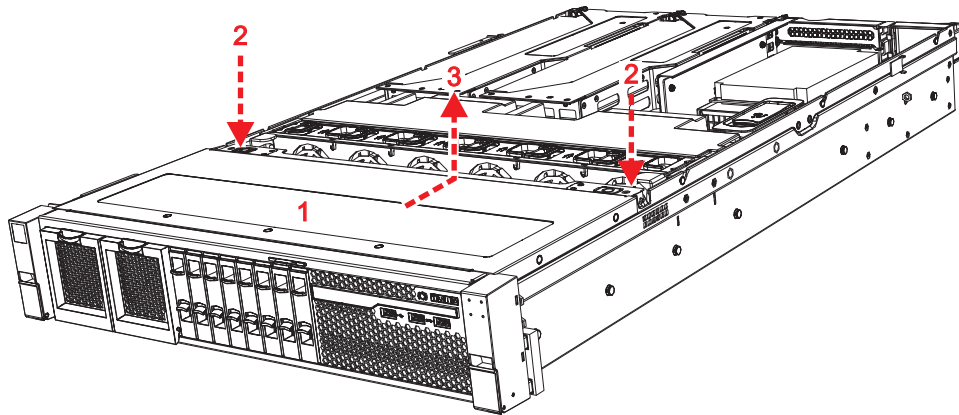

图 52. 卸下 2145-SV1 顶部前盖
7. 轻按顶盖后部边缘处的两个滑锁（图 52 中的 **2**）。
8. 反向滑动顶部前盖直至您可以将其抬起（图 52 中的 **3**）。